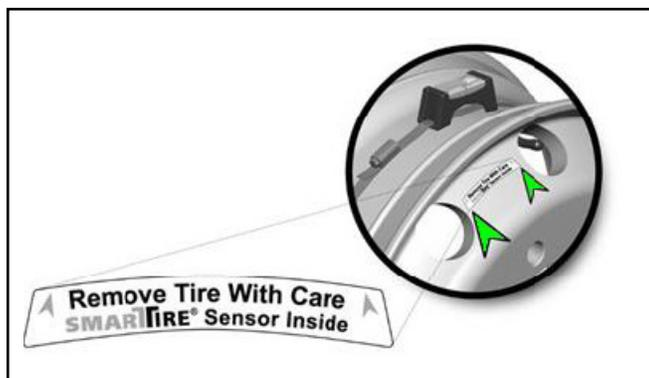

Figure C2 - Etiquette de localisation du capteur
1. Après avoir déposé du véhicule la jante avec son pneu dégonflé, déloger le talon de pneu du côté opposé de son capteur et de sa soupape de pneu. Le capteur se trouve normalement près de la tige de la soupape et un autocollant devrait normalement indiquer l'emplacement du capteur. Voir Figure C2. Ne pas casser le talon de pneu en proximité de la soupape.
7. Appliquer l'autocollant à un endroit propre et sec sur la face extérieure de la jante pour localiser le capteur. Voir Figure C2.